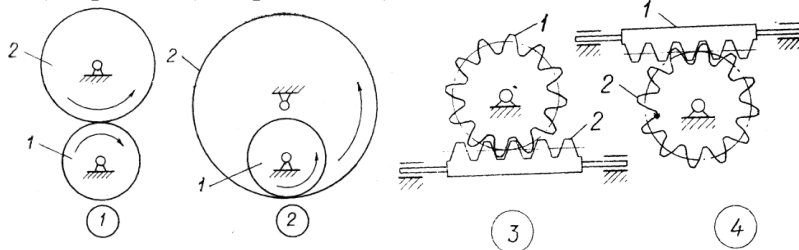

Рис. 5.8.
6. Какой из четырех зубчатых механизмов (рис. 5.8) имеет передаточное отношение  $u_{12} < 0$ ?
7. Какой из четырех зубчатых механизмов (рис. 5.8) имеет передаточное отношение  $u_{12} > 0$ ?
8. Какой из четырех зубчатых механизмов (рис. 5.8) имеет передаточное отношение  $u_{12} = 0$ ?
9. Какой из четырех зубчатых механизмов (рис. 5.8) имеет передаточное отношение  $u_{12} = \infty$ ?